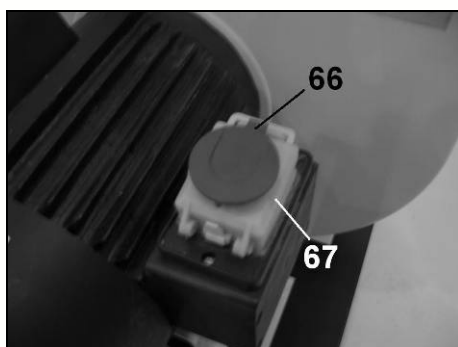

Fig 28
- Faites coulisser la fermeture (66) du boîtier et ouvrez le couvercle (67) (Fig 28).